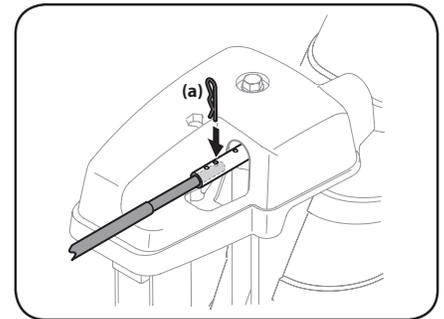

Figura 2-41
6. Oprima la varilla de control del canal hacia el panel de control hasta que el orificio de la varilla quede alineado con el orificio del medio de la entrada del control del canal e inserte el pasador de chaveta (a) que extrajo en el Paso 1. Consulte Figura 2-41.